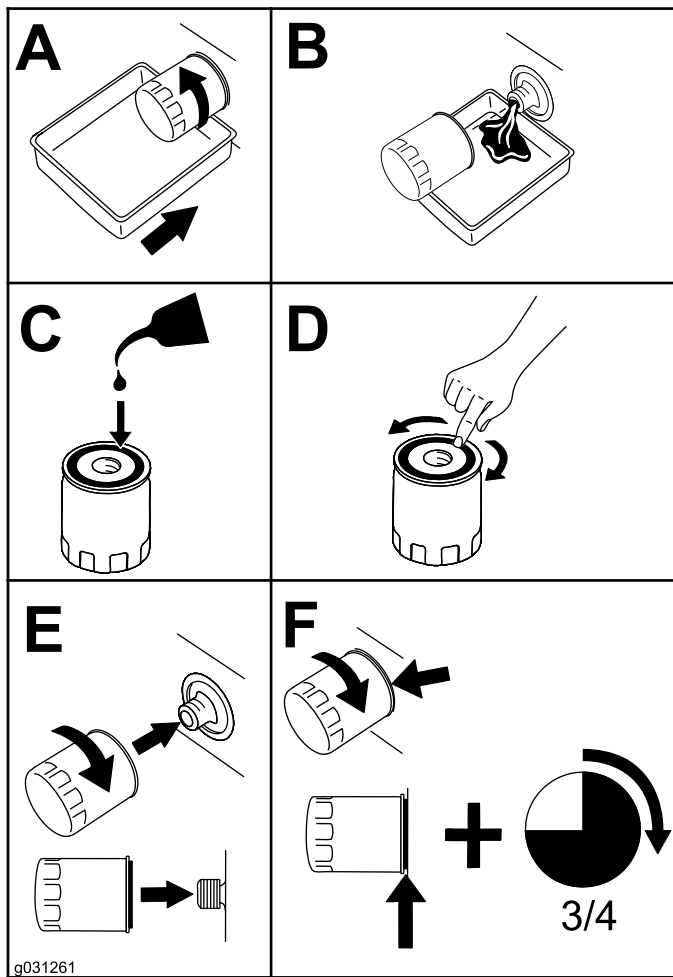

Figure 52
4. Remplacez le filtre à huile moteur comme montré à la Figure 52.